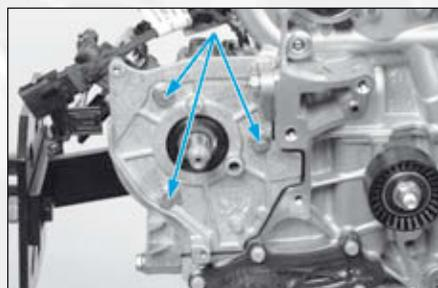

FIG.31
- les 3 fixations du support avant (Fig.31) de la pompe,